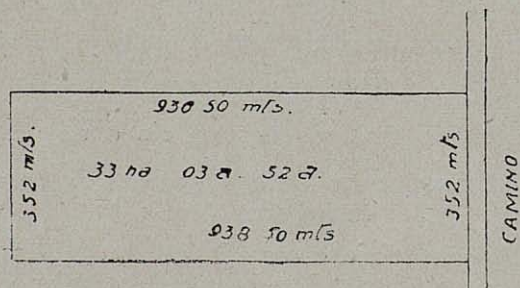

Fig. 5
2.º Que los lados sean iguales dos a dos siendo paralelos entre sí formando ángulos rectos (véase fig. 5). Entonces se trata de un rectángulo y la superficie se halla multiplicando el lado menor por el lado mayor.